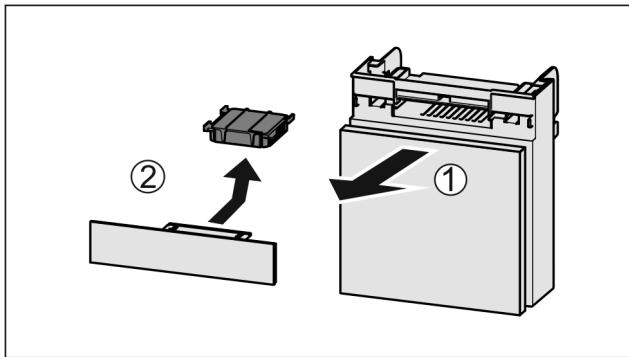

Fig. 76
- ▶ Vytiahnite zásuvku smerom dopredu Fig. 76 (1).
- ▶ Vyberte aktívny uhlíkový filter Fig. 76 (2).